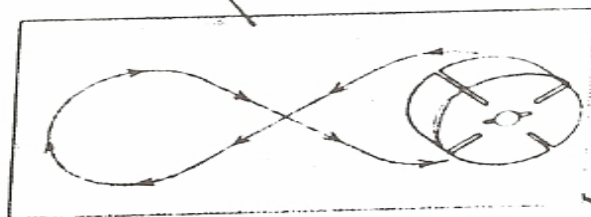

Рис. 16 Зачистка ротора абразивной бумагой
15. Четыре раза проведите ротором по бумаге без нажима, описывая фигуры типа восьмерки (см. рис. 16).